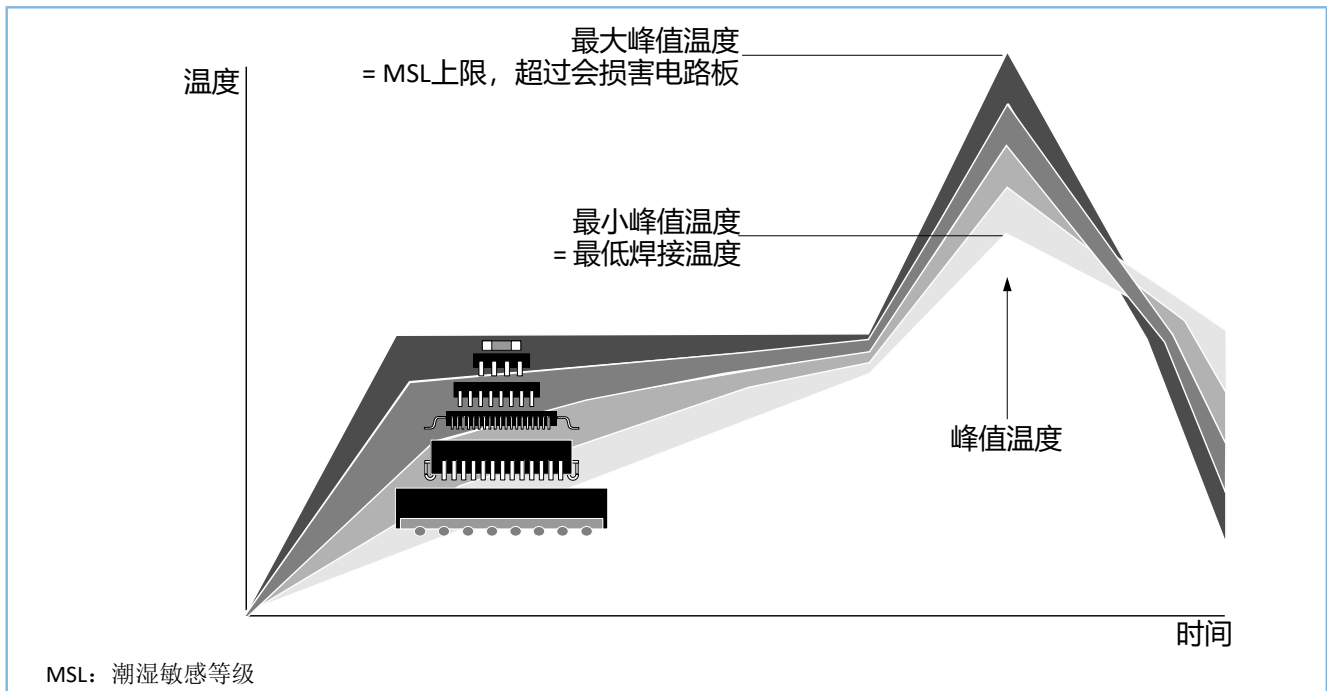

图 14-1 不同大小元件的温度曲线
- 无铅焊接与锡铅焊接对比：相比于锡铅焊接工艺，采用无铅回流焊工艺时最低峰值温度（见图 14-1）通常更高，此时工艺窗口更小。
研究表明，在回流焊接过程中，较小封装的温度更高，如图 14-1 所示。